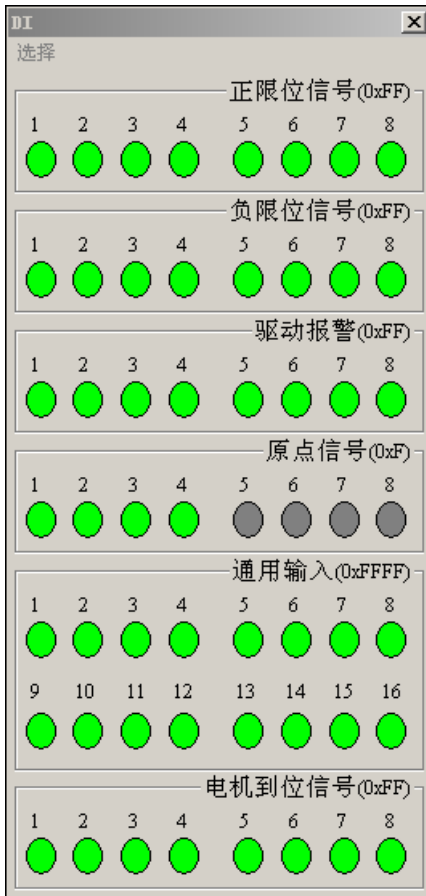

图 4-20 数字量输入对话框
- (1) 在MCT2008软件主界面选择点击菜单“视图”->“数字量输入”，将会弹出数字量输入DI模块对话框，如图4-20所示；